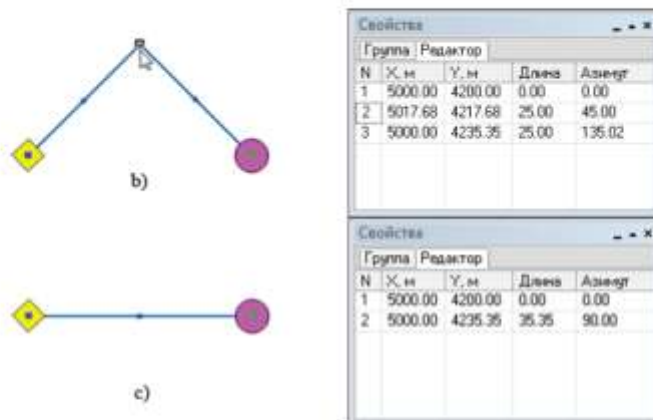

Рисунок 6.10. Удаление точки перелома из Панели свойств
5. Поставить курсор на строку, характеризующую удаляемую точку и нажать на клавиатуре комбинацию клавиш Ctrl+Delete. (смотрите Рисунок 6.10. «Удаление точки перелома из Панели свойств»b);
6. Выделенная точка и строка, соответствующая ей удалится, а отрезок выпрямится (смотрите Рисунок 6.10. «Удаление точки перелома из Панели свойств»с).